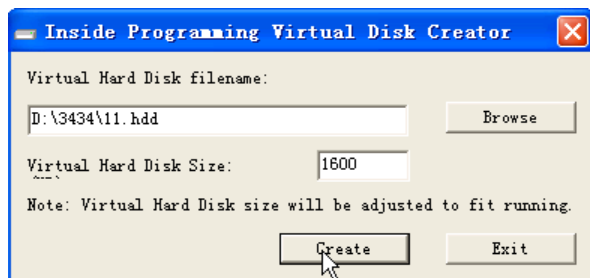

图 5-12 输入磁盘容量为 1600MB
(7) 用同样方法创建另一个磁盘 11，容量为 1600MB，创建完成后，如图 5-12 所示。